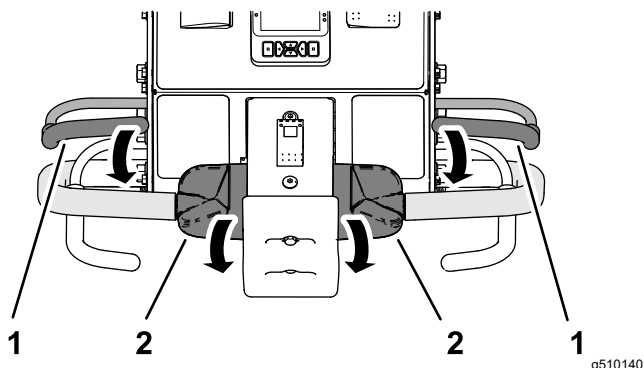

Figura 35
1. Aperte uma das pegas de presença do operador da barra de ligação e rode a parte superior do comando da tração para a frente (Figura 35).